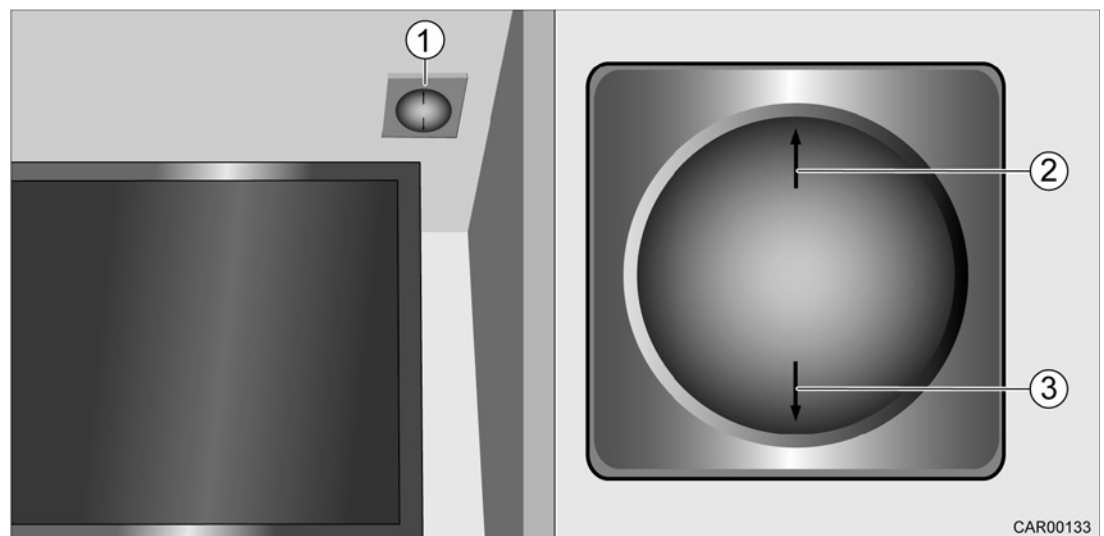

Fig. 138 Système coulissant de l'écran TV au niveau de la banquette latérale
1. Maintenir appuyé l'interrupteur (Fig. 138/1) sur le côté avec la flèche orientée vers le haut (Fig. 138/2). L'écran TV se déplace vers le haut.
1. Maintenir appuyé l'interrupteur (Fig. 138/1) sur le côté avec la flèche orientée vers le bas (Fig. 138/3). L'écran TV se déplace vers le bas.